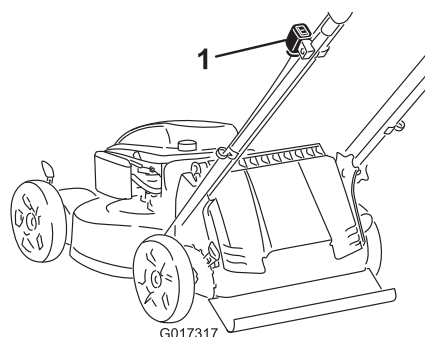

Figure 19
2. Pour les modèles à démarrage électrique, appuyez sur le bouton pour démarrer le moteur (Figure 19).